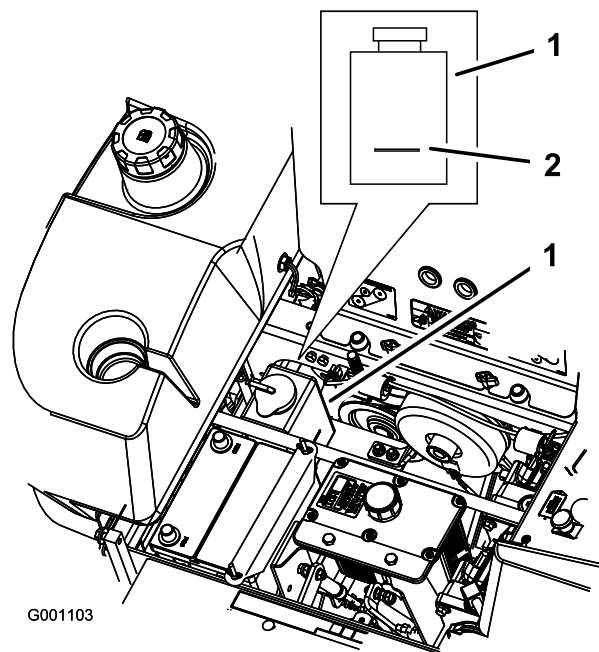

Figure 59
3. Lorsque le moteur est froid, vérifiez le niveau de liquide dans le vase d'expansion. Le liquide doit atteindre la bosse à l'extérieur du vase d'expansion (Figure 59).
4. Si le niveau de liquide est insuffisant, versez un mélange 50/50 d'antigel longue durée/Dex-Cool® et d'eau dans le vase d'expansion (Figure 59).
5. Versez une quantité suffisante de mélange 50/50 dans le vase d'expansion pour atteindre le trait de repère (Figure 59).